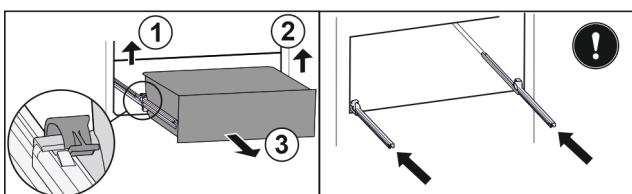

Fig. 137
- Ridicați clema din stânga și trageți concomitent sertarul din stânga spre înainte. Fig. 137 (1)
- Ridicați clema din dreapta și trageți concomitent sertarul din dreapta spre înainte. Fig. 137 (2)
- Extragăți sertarul spre înainte. Fig. 137 (3)